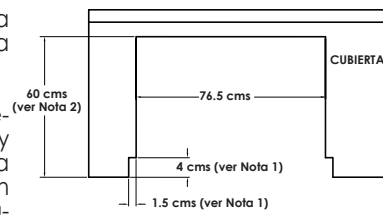
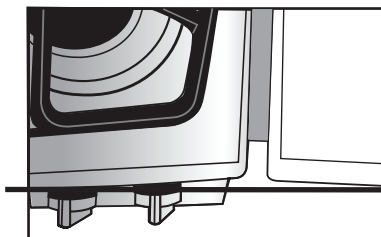

Figura 1
Figura 2
Para la instalación es rigurosamente necesario seguir y respetar las dimensiones y especificaciones indicadas del corte de la cubierta de su cocina como se muestra en la figura 1. El corte que se hace en la cubierta de su cocina es para proporcionar un apoyo fijo al equipo de empotrar y así tener una adecuada presentación y ventilación. (Fig.1)
1. Si se realizan los cortes de 4 cms y 1.5 cms indicados en la Figura 1, su estufa quedará empotrada con una misma alineación del filo de su cubierta de su cocina con el filo lateral del frente de su estufa (ver Figura 2.)
2. Si NO se realizan los cortes de 4 cms y 1.5 cms indicados en la Figura 1, su estufa quedará empotrada con el filo lateral de su estufa totalmente fuera del filo de la cubierta de su cocina (ver Figura 4). La dimensión de corte de 60 cms (ver Figura 1) cambiara de 60 cms a 56 cms.